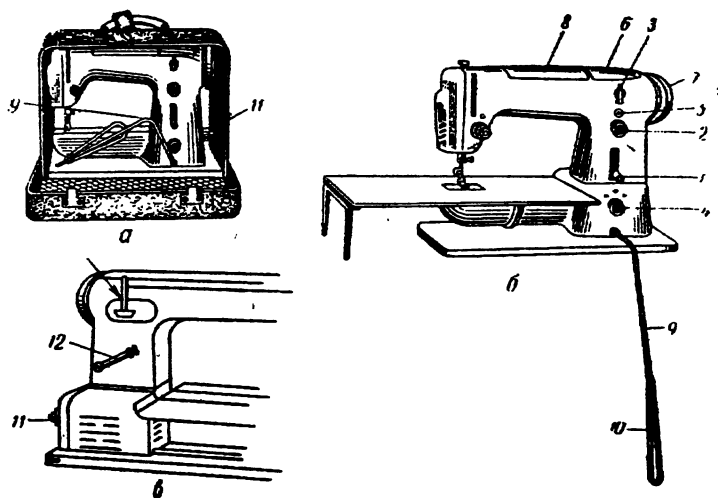
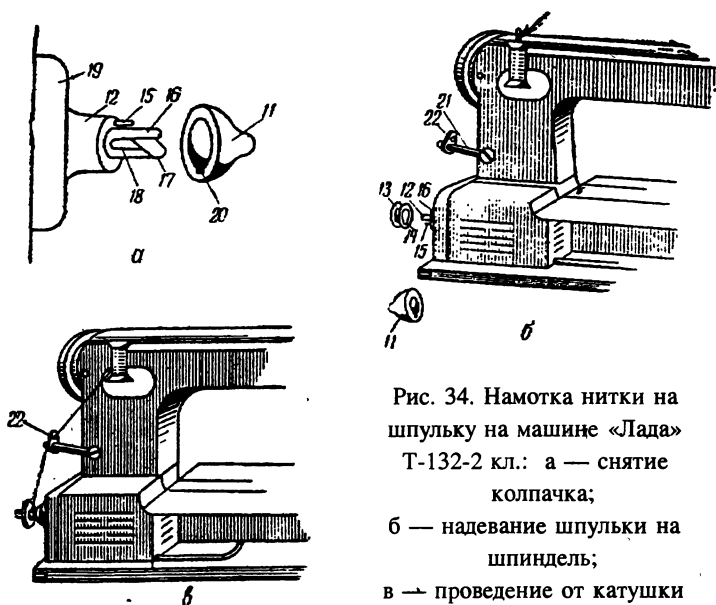

Рис. 31. Машина «Лада» Т-132-2 кл. в разных положениях:
Рис. 34. Намотка нитки на шпульку на машине «Лада» Т-132-2 кл.: а — снятие колпачка; б — надевание шпульки на шпиндель; в — проведение от катушки до шпульки
Машина «Лада» Т-132-2 кл. (рис. 31, а) отличается от всех бытовых швейных машин «Лада» тем, что имеет иное челночное устройство и другое устройство автоматики.
Автоматика машины «Лада» Т-132-2 кл. находится под крышечкой, имеющейся на середине крышки рукава машины (см. рис. 31, б). Под такой крышечкой у машины «Лада» Т-132 находятся катушечные стержни, а у машины «Лада» Т-132-2 кл. катушечные стержни находятся сзади машины, как показано на рис. 31, в*.
*На рис. 31, в - катушечный стержень указан стрелкой.
машиной на нужную плотную зигзагообразную строчку, вынимают из-под лапки лоскут, на котором делали пробную строчку, и подкладывают ткань или изделие, на котором хотят проложить узорную строчку. Подкладывают так, чтобы линия наметки (карандашная или меловая линия) для строчки была против середины лапки и опускают лапку на ткань. Рычаг 3 (см. рис. 31, б) остается в своем центральном (вертикальном) положении, рычаг 4 его указателем (кружочком) против средней верхней точки*.
Для получения узорной строчки на машине «Лада» Т-132-2 кл., открывают среднюю крышечку 8 (рис. 31, б) находящуюся на верхней части рукава машины. На верхней части рукава машины две крышечки, как и у машины «Лада» Т-132 кл. Одна крышечка 6 (см. рис. 31, б) расположена ближе к маховому колесу 7 машины, а другая крышечка 8 находится на середине крышки рукава машины. Крышечка 6 прикреплена к машине винтами и открывается (снимается) лишь при смазке или ремонте для доступа к механизму, расположенному в стойке рукава машины. А крышечка 8, находящаяся на середине рукава машины, шарнирно соединена с машиной и закрывает собой автоматику.
Откинув от себя крышечку 8 (см. рис. 31, б) с вала 10 (рис. 32, б) снимают крепительную гайку 11, как показано на рис. 32, в. Затем отведя рычажок 12 (см. рис. 32, б, в), находящийся в правой стороне автоматики, влево, как показано на рис. 32, г, снимают с вала 10 и шаблон 13. Шаблон называется диск, на котором имеется пунктирный синий кружочек; он пролегает на том расстоянии от краев шаблона, на котором на копирах расположен повторяющийся узор. Диск с пунктиром называется шаблоном, а диск с узором в этой книге называется копиром, а в
Машина «Лада» Т-132-2 кл. (см. рис. 31, а, б), как и машина «Лада» Т-132 кл. не имеющая автоматики, работает с приводом от электродвигателя, находящегося сзади машины под ее корпусом. Электромашины «Лада» приводятся в действие коленным рычагом 9 (см. рис. 31, а) при включенной вилке.
Для пуска машины в ход коленный рычаг 9 (см. рис. 31, б) спускают вниз и отводят петлю 10 рычага 9 коленом правой ноги вправо.
31, а, в) и кладут его в сторону (рис. 34, а), а на его место, на приспособление 12, сделанное на валу для намотки шпульки, надевают шпульку 13 (рис. 34, б). Надевают ее так, чтобы ее паз 14 наделся на шпонку 15, имеющуюся на приспособлении 12. Внутри раздвоенного конца 16 (см. рис. 34, а) приспособления 12 имеется пластиночка 17, которая во время надевания шпульки на этот раздвоенный конец 16 приспособления задвигается шпулькой в прорезь 18 раздвоенного конца 16 и этим отключает механизм машины, т. е. разъединяет электромотор от махового колеса машины. Во время намотки шпульки маховое колесо не трогают, а только отводят коленкой петлю коленного рычага. Если при надевании шпульки на раздвоенный конец приспособления в ее паз 14 (см. рис. 34, б) не войдет шпонка 15, то отключение механизма машины не получится, и игла будет работать во время намотки нитки на шпульку или не будет вращаться шпулька на приспособле-
нии 16, сделанном на конце вала 12 (см. рис. 34, а) электродвигателя 19.
Сняв колпачок 11 и надев на его место шпульку, надевают катушку на катушечный стержень, как показано стрелкой на рис. 31, в, и поворачивают рычажок 12; этот рычажок показан на рис. 34, б под позицией 21.
Ведут нитку от катушки в нитенаправительное отверстие 22, а от него к шпулке, как показано на рис. 34, в. Сама машина «Лада» Т-132-2 кл. не прекращает намотки, поэтому работающий, видя что до краев шпульки (ее бортов) осталось 1,5—2 мм, прекращает намотку.